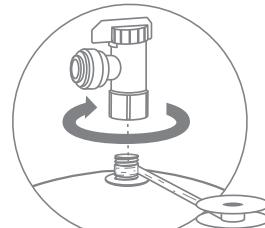

Рис. 14
4. Уплотните фум-лентой резьбовой штуцер накопительного бака, плотно накрутите вентиль i (в 1) на резьбовой штуцер (рис. 14). данный вентиль с цанговым подключением трубы.